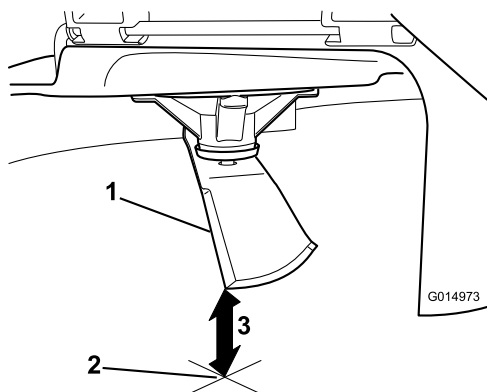

Figure 51
5. Mesurez la distance entre la pointe de la lame et la surface plane (Figure 51).